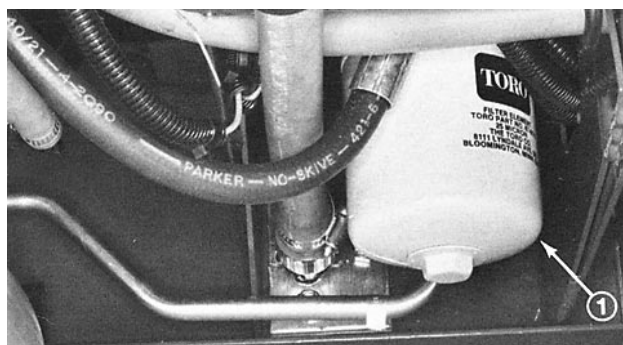

Fig. 25
4. Ta av oljefilteret (fig. 25) under kontrollpanelet og kast filteret. Rengjør filterets festeflate grundig og sett en ny pakning i det nye filteret.